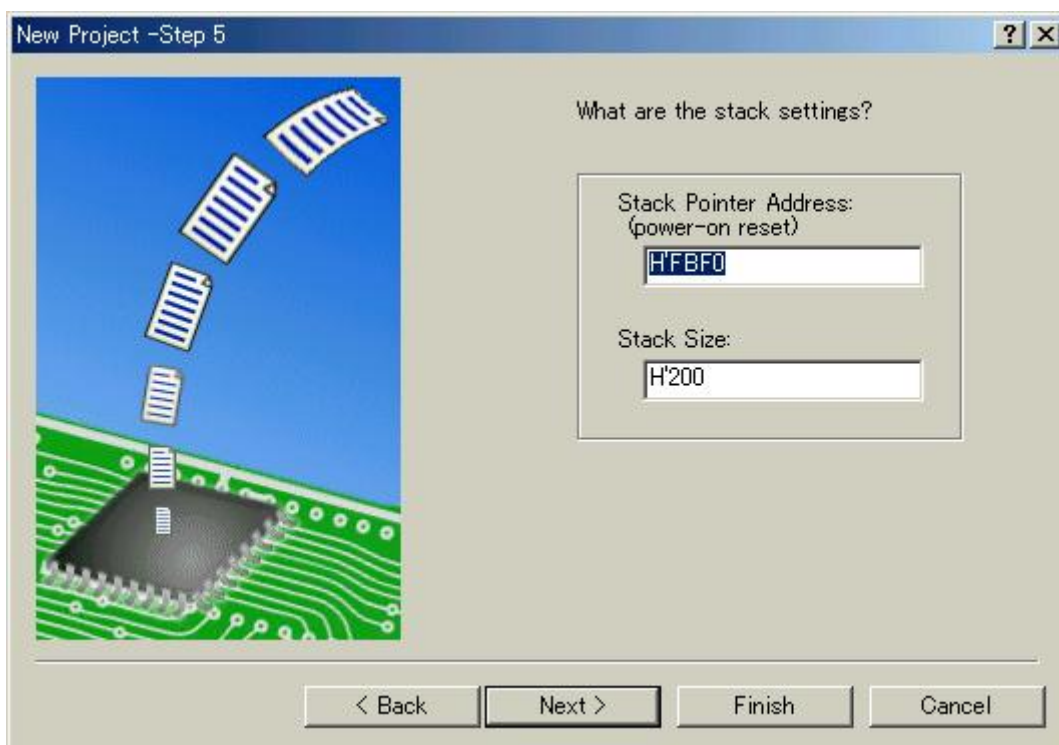

図 2.6 スタック領域設定画面 ( Step5 )
Step4画面で [ Next > ] をクリックすると、図 2.6に示す画面を表示します。この画面で、スタック領域を設定します。スタック領域として設定する値の初期値は、Step1画面の [ CPU Type: ] により異なります。